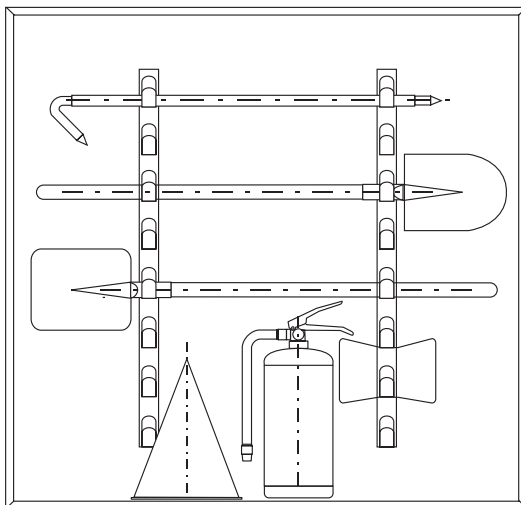

Рисунок 3
- 6 На стойках 8 корпуса 6 разместить ручной пожарный инвентарь. Рекомендуемая схема размещения ручного пожарного инвентаря указана на рис.3